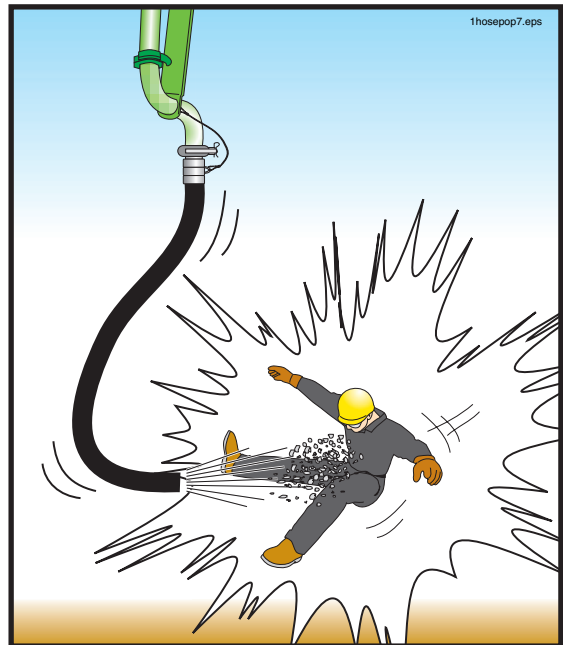

Figura 47
⚠️ ADVERTENCIA ¡No deje bajar demasiado el nivel de concreto que hay en la tolva! Si aire es absorbido en los cilindros del material, la bomba comprimirá el aire. El aire comprimido siempre representa un peligro cuando es expulsado a través de la tolva o de la tubería (Figura 47). Si entra aire en los cilindros de material, siga los pasos siguientes para eliminarlo:
3. Las personas que se encuentren en el extremo de descarga o cerca de la línea de distribución deberán ser advertidos que se alejen hasta tanto todo el aire haya sido purgado. El personal se debe mover a una distancia prudente y razonable mas allá del área de movimiento de la manguera o del punto de descarga, y se debe usar el equipo de protección personal (PPE) (Figura 47).
movimiento del sistema de descarga. El personal se debe mover a una distancia prudente y razonable mas allá del área de movimiento de la manguera de extremo o del punto de descarga, y se debe usar el equipo de protección personal (PPE) (Figura 47).